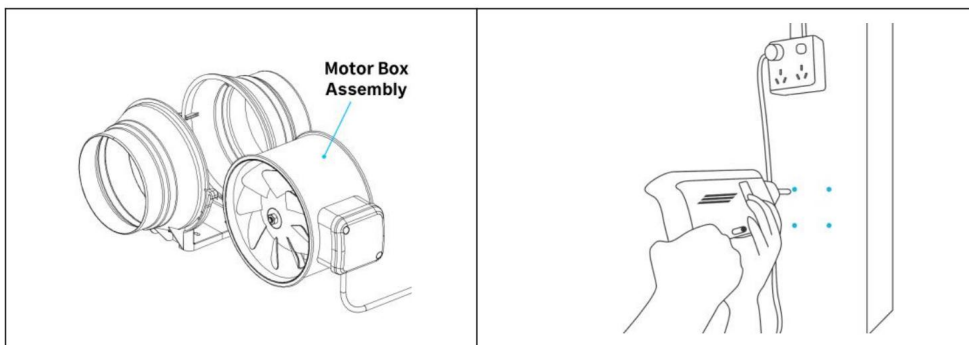

Figure 4.
4. Percez quatre trous aux emplacements marqués. Assurez-vous que votre zone de montage est structurellement solide et exempte de toute obstruction. Voir la (Fig.4.)